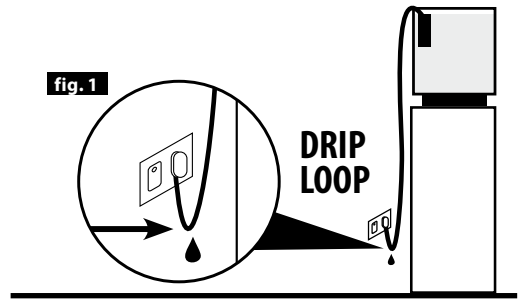

fig. 1
5) El cable de alimentación se debe insertar en la toma de corriente de manera que un punto del cable forme un bucle a un nivel inferior al de la toma de corriente. Esto evita que gotas de agua, al seguir el cable, pudieran entrar en la toma (DRIP LOOP - ilustración 1).
5) O cabo de alimentação deve ser inserido na tomada de corrente de modo que um ponto do cabo forme um laço em um nível inferior ao da tomada de corrente. Isso evita que gotas de água, seguindo o cabo, entrem na tomada (CIRCUITO DE GOTEJAMENTO - DRIP LOOP - fig. 1).